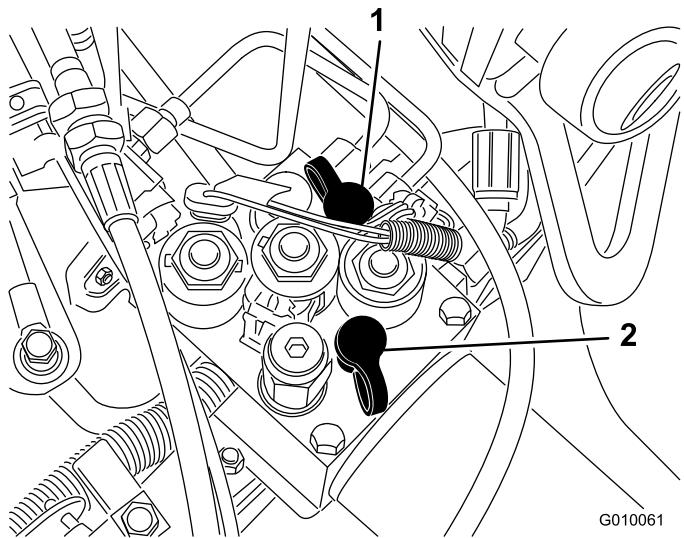

図 60
- テストポートG1（図 60）は昇降回路の故障探究用ポートです。
- テストポートG2（図 60）は走行チャージ回路の故障探究用ポートです。